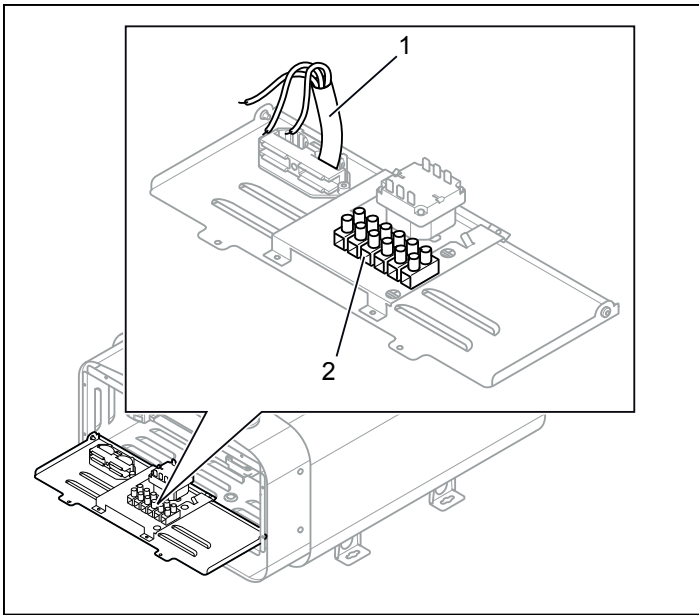
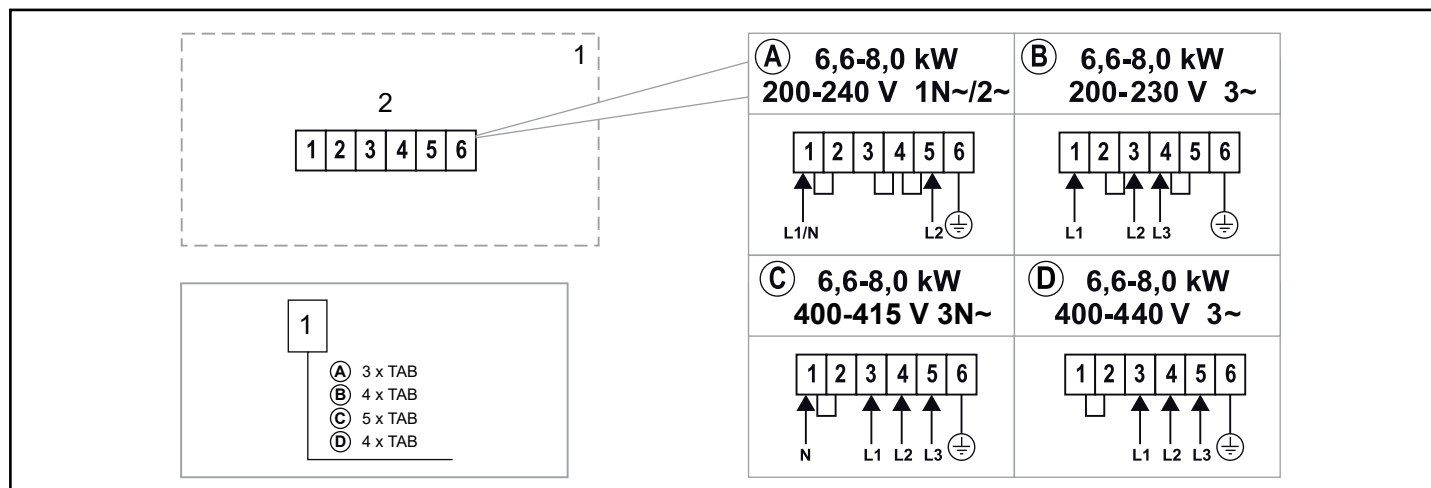

Рисунок 6: Монтажная плата
Рисунок 12: Схема соединений
- Спланировать размещение электропроводки см. Раздел Подключение/Схема соединений, Рисунок 12.
3. Подключите провод (см. Рисунок 6) согласно схеме соединений (см. Рисунок 12).
При подключении к источникам напряжения или при ином числе фаз (если это не указано в Рисунок 12 свяжитесь с технической службой Tufo.